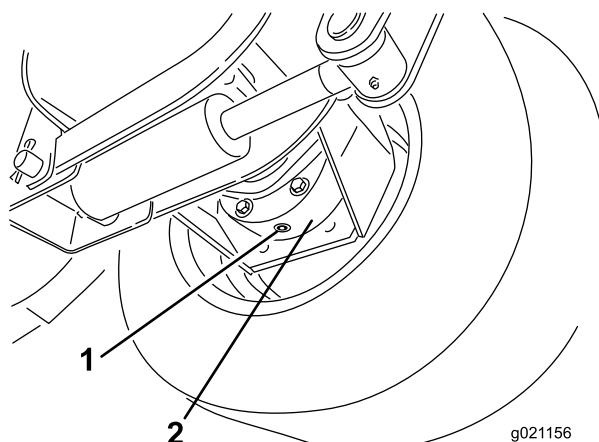

Figure 75
3. Placez un bac de vidange sous le carter de frein et enlevez le bouchon pour permettre à l'huile de s'écouler (Figure 75).